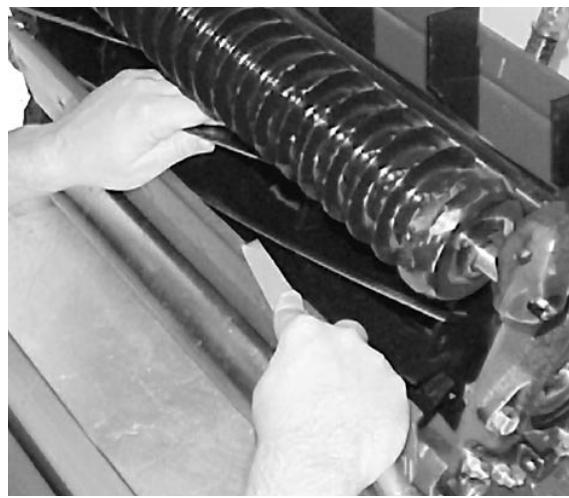

Bild 16
- Anmerkung:** Wenn das Schneidwerk ausreichend geschärft wurde, hat sich an der Vorderseite der Schnittkante ein Grat gebildet. Entfernen Sie diesen Grat vorsichtig mit einer Feile, ohne die Schnittkante stumpf zu machen (Bild 16).